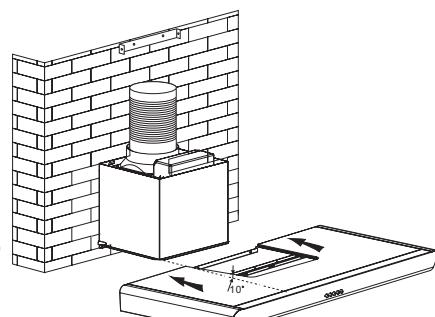

Imagen. 7
- Sujete el cuerpo de la campana y deslícelo en la unidad del motor y a continuación(Imagen.7), sujételo con los 5 tornillos. (Imagen. 8)